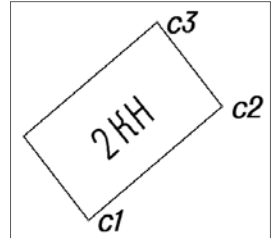

Рис. 7.23
- Результат построения показан на рис. 7.23.